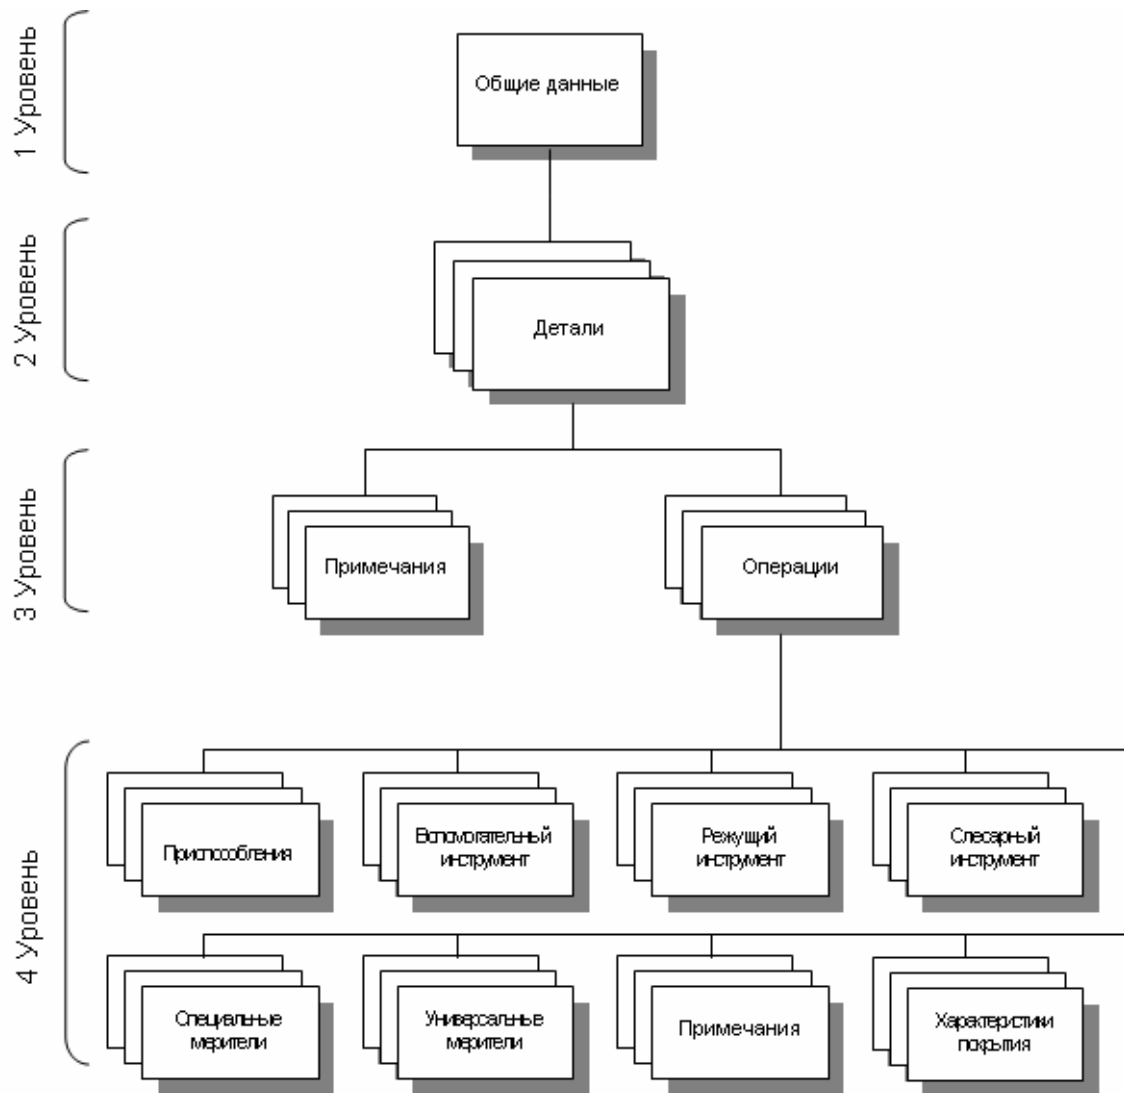

Рис. 7. Структурная схема ведомости деталей.
**Структура БДА** - упорядоченность объектов в виде дерева (графа), определяющего принадлежность одних объектов другим. Для любой пары различных объектов существует одна и только одна цепочка, соединяющая эти объекты. Ведомость деталей в системе представлена в виде **структуры БДА** (см. Рис. 7) и отображается в окне проекта на вкладке **Маршрут** (см. Рис. 5).
**Уровень объекта** - понятие, устанавливающее статус объекта в общей иерархии базы данных. Например, объект **Общие данные** находится на первом уровне, а объект **Операция** на втором и т.д. (см. Рис. 7).
Ведомость деталей к типовому технологическому процессу в системе **ADEM** представляется в виде структурированного дерева (см. Рис. 7).